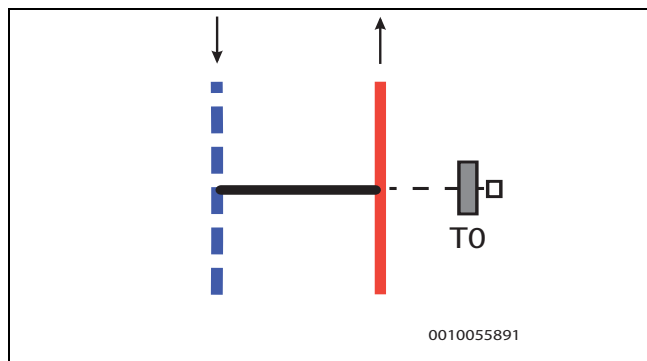

Fig. 33 By-pass, modèle droit
- La sonde de température de départ T0 est installée sur le raccordement départ du by-pass → Figure 33.